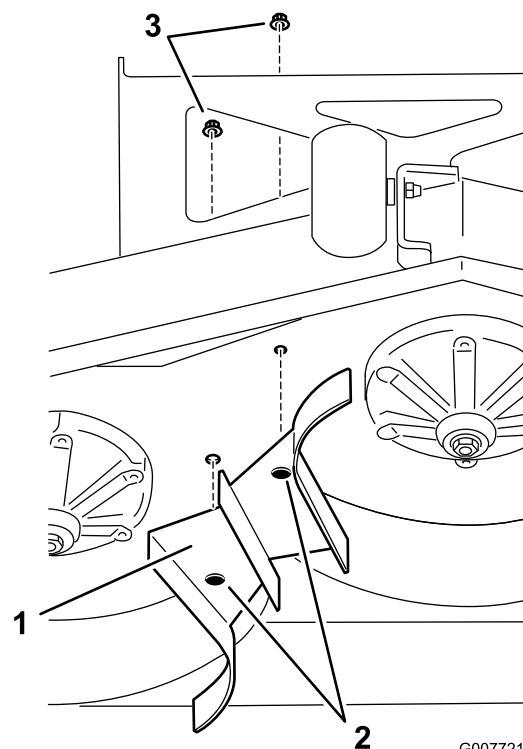

Figura 24
- Retire los dos pernos de cuello cuadrado que sujetan el deflector de mulching central a la plataforma del cortacésped (Figura 24).